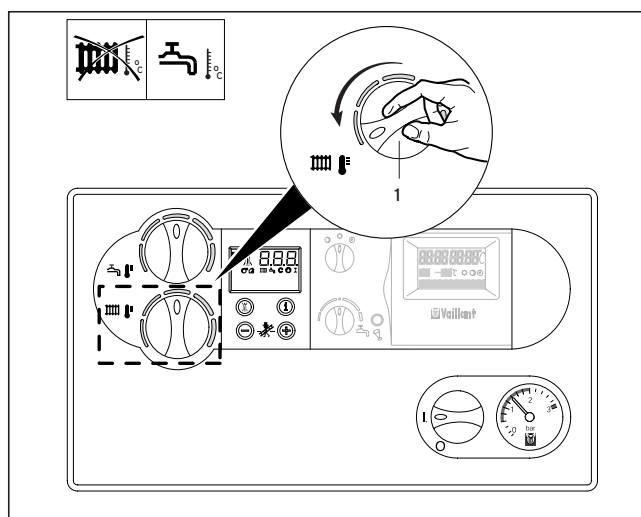

Fig. 3.16: Desactivação do modo de aquecimento central (modo de funcionamento de Verão)
- Para tal, rode o botão de regulação (1) até ao encosto do lado esquerdo (fig. 3.16) para regular a temperatura de saída de aquecimento.
- Para tal, rode o botão de regulação (1) até ao encosto do lado esquerdo (fig. 3.16) para regular a temperatura da água quente. Apenas uma função de protecção anti-gelo permanecerá activa para o depósito.